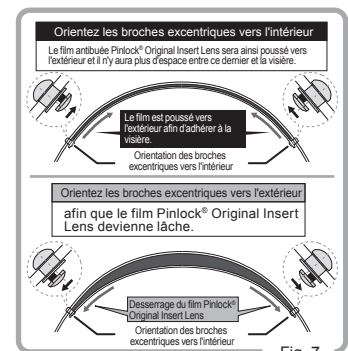

Fig. 7
2. Ajustez les broches extérieures en tournant à l'aide d'un outil approprié. (Fig. 7)